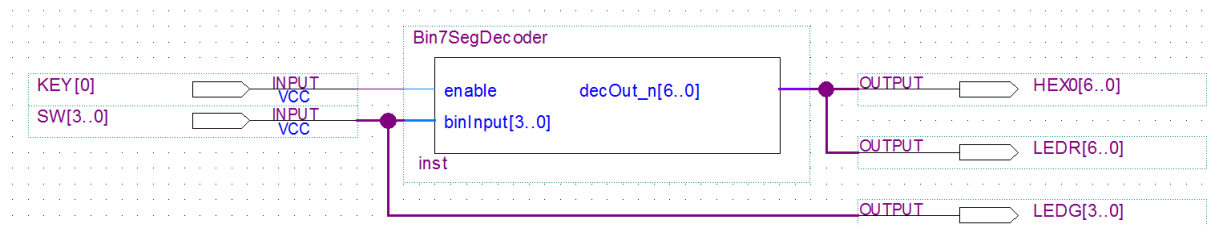

Figura 11 – Instanciação do módulo “Bin7SegDecoder” com *enable* e ligação a pinos da FPGA.
13. Edite o módulo *top-level* do projeto (“DisplayDemo.bdf”) para que a entrada *enable* do decodificador seja controlada por um interruptor do *kit* (e.g. KEY(0) – vide Figura 11). Como a interface do módulo “Bin7SegDecoder.vhd” foi alterada, deverá voltar a instanciá-lo.